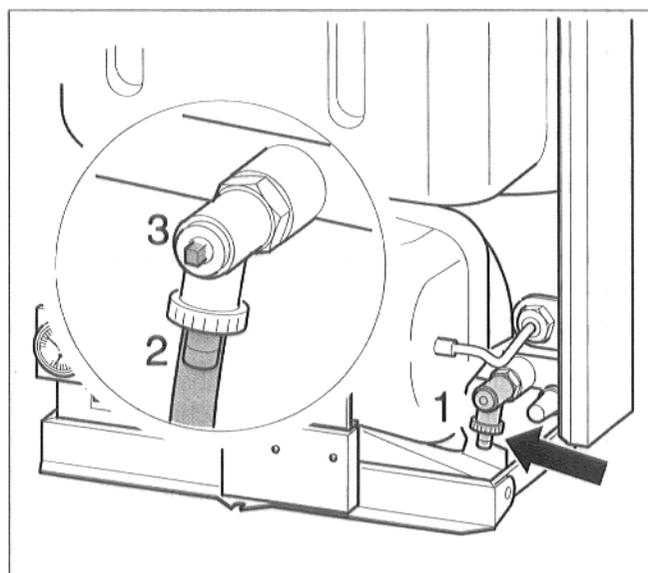

Abb. 14 Heizungsanlage füllen (GB112-11)
- Verschlusskappe (Abb. 14, Pos. 1) abschrauben und Schlauchtülle (Abb. 14, Pos. 2) aufschrauben.
- Füll- und Entleerhahn (Abb. 14, Pos. 3) mit Vierkantschlüssel öffnen. Der Vierkantschlüssel befindet sich hinter der Abdeckung des Bedienfeldes.